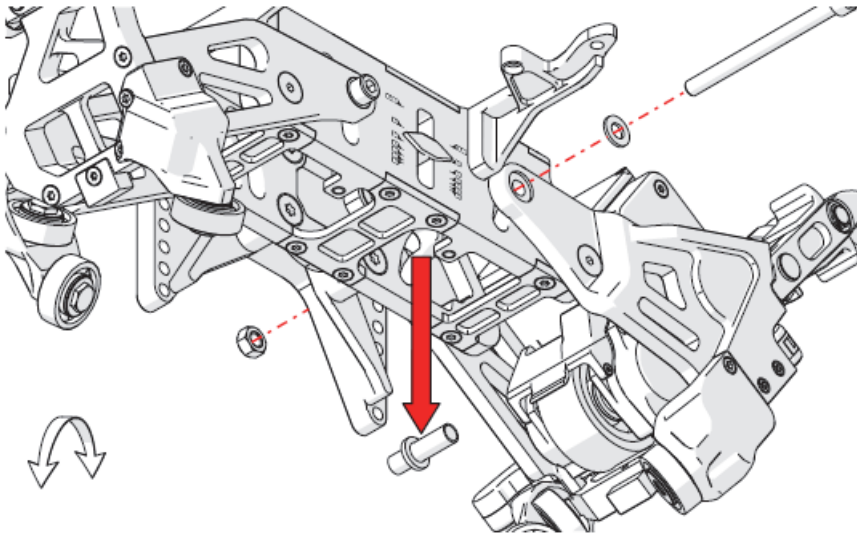

Figura 2-6 Extracción del perno sujetador del pivote
5. Con un des[tornillador] hexagonal de 6 mm, retire el perno sujetador del pivote (ver Figura 2-6 en la página 93).
2. Con un des[tornillador] hexagonal de 6 mm, retire el perno sujetador del pivote y coloque de lado el perno, la tuerca, la arandela y el manguito interior (ver Figura 2-6 en la página 93).